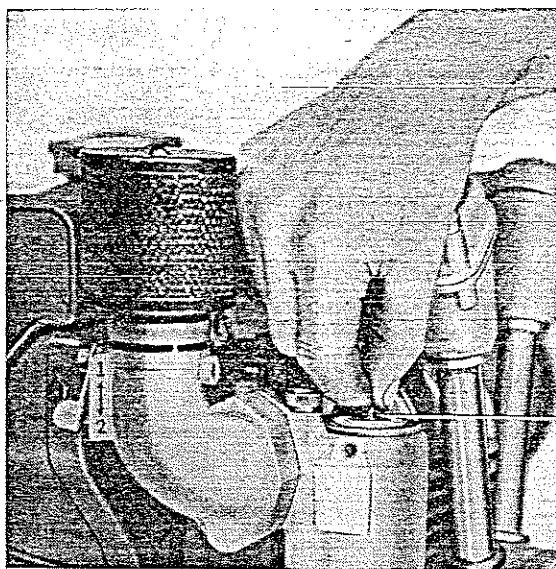

Fig. 17 — On vérifie en tirant l'extrémité supérieure du pointeur (Zénith) que l'essence arrive bien au carburateur.
- l'essence arrive au carburateur; tirer l'extrémité supérieure du pointeau, (fig. 17).